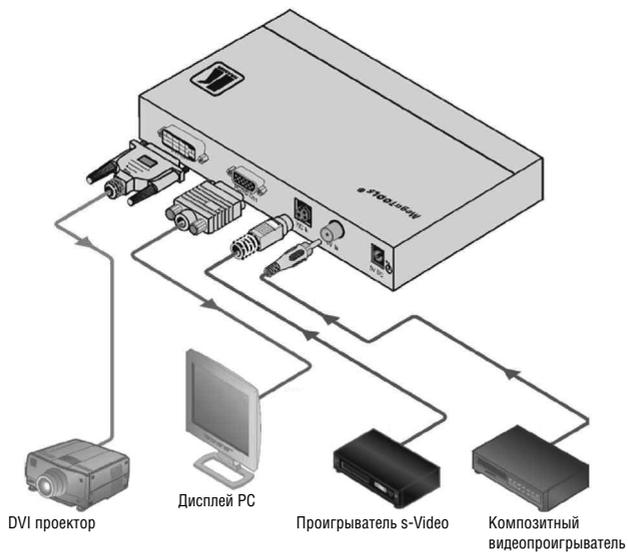

Рис. 3. Подсоединение VP-417
Чтобы подсоединить **VP-417** в соответствии с примером, приведенном на рис. 3, действуйте в следующем порядке (предварительно отключив всю аппаратуру):
5. Подсоедините сетевой адаптер 5 В постоянного тока к розетке входа электропитания, а адаптер подсоедините к розетке электросети (на рис. 3 не показан).